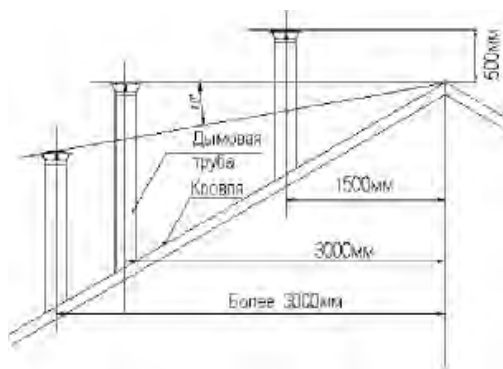

Рис.1.
3.8. Возвышение дымовых труб над кровлей следует принимать: (см. рис. 1)